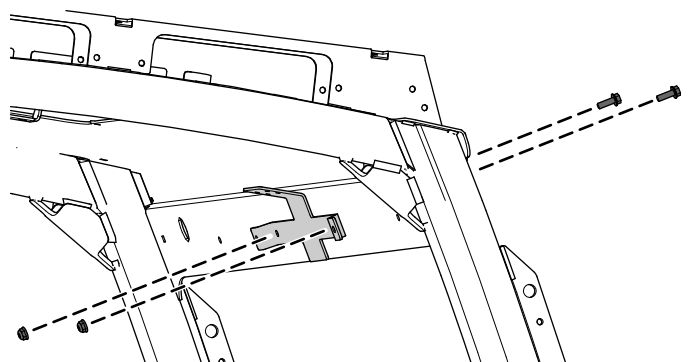

Figura 5
2. Fissate il supporto dello specchietto al tettuccio usando 2 bulloni a testa flangiata ($\frac{1}{4}$ " x $\frac{3}{4}$ ") e 2 dadi di bloccaggio ($\frac{1}{4}$ ") come illustrato nella Figura 5.